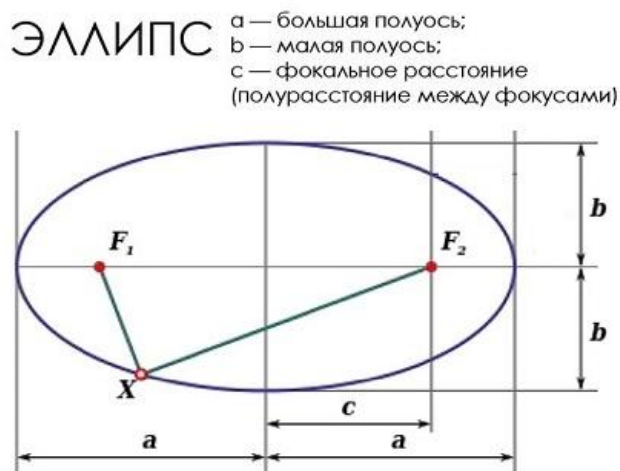

Рис. 1.
1) Изображение изделия (подставки под сервировочное блюдо (селедочницу)) получено с помощью комбинации двух геометрических фигур: овала (эллипса) (Рис.1) и кольца. Длина малой полуоси эллипса – 75 мм, длина большой полуоси – 125 мм. Центр кольца находится на пересечении большой и малой полуосей эллипса. Наружный радиус кольца – 100 мм, внутренний диаметр кольца – 170 мм.